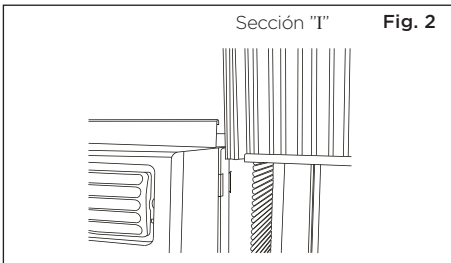

Fig. 2
- B. Deslice la sección "I" del lado libre del panel directamente entre el gabinete como se muestra en Fig. 2. Deslice el panel abajo. Asegúrese de dejar suficiente espacio para deslizar el parte superior y inferior del marco entre el carril del gabinete.